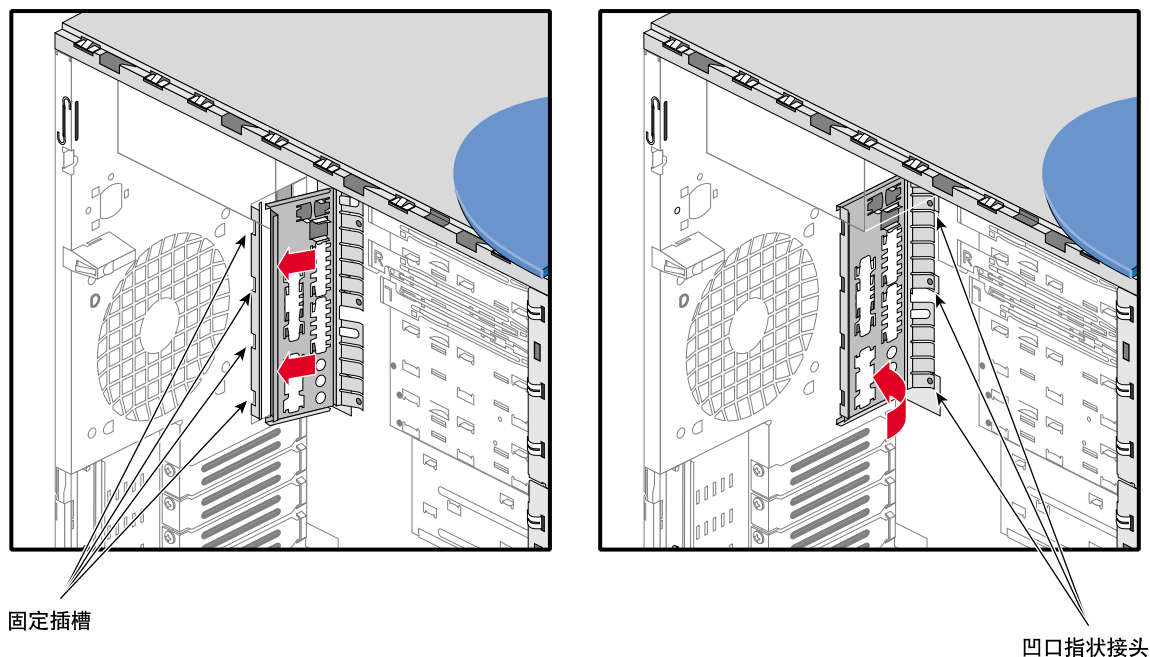

图 2-26 安装 I/O 面板垫圈
1. 找到系统 I/O 面板口上的四个固定插槽。有关固定插槽的位置，参见图 2-26。
2. 将 I/O 垫圈的四个凹口放到 I/O 面板槽口对应的固定插槽中。有关此过程的示意图，参见图 2-26。